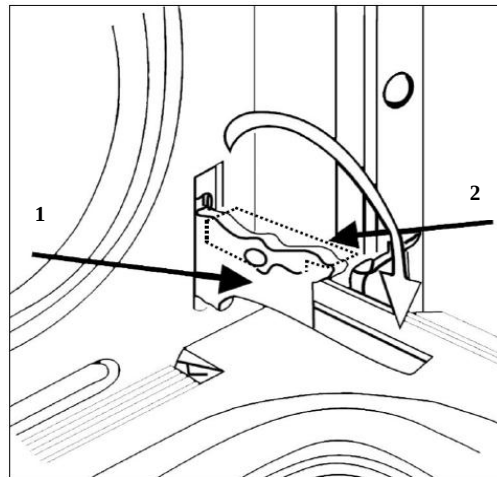

Рис.14
- 2) Оба рычага(1) справа и слева оборудованы фиксаторами (2). Поднимите фиксаторы(2) до упора как показано на рисунке (см. Рис. 14).
- 5) После установки дверцы на место не забудьте вернуть фиксаторы(2) в исходное положение.